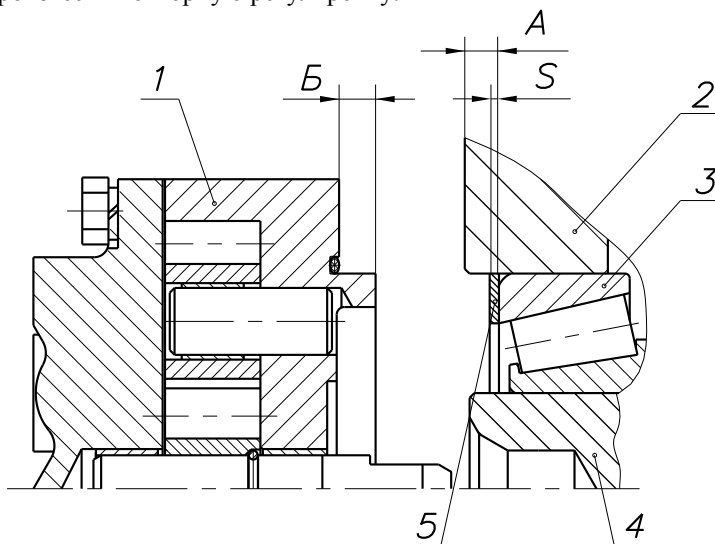

Рисунок 99:
5.1 Установить в расточку картера коробки передач наружное кольцо переднего подшипника промежуточного вала, после чего измерить абсолютную величину размера А (между торцами картера и наружным кольцом подшипника) рис. 99. При этом, наружное кольцо заднего подшипника промежуточного вала должно быть плотно (под усилием собственного веса вала) прижато к торцу проставки демультипликатора, а наружное кольцо переднего подшипника - к роликам. Перед замером промежуточный вал провернуть не менее пяти оборотов.